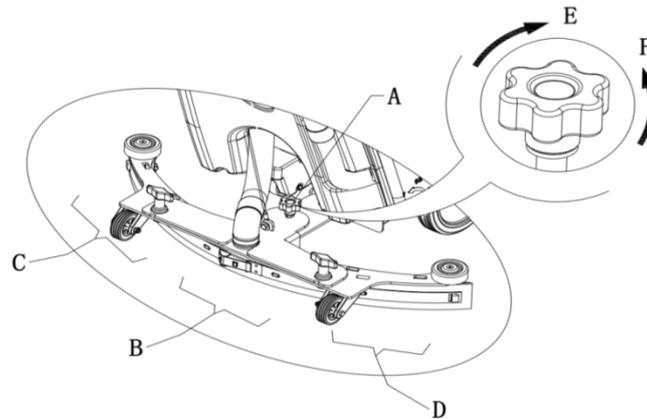

Abbildung 9
1. Installieren Sie die Rakel und schrauben Sie die Mutter (16) nach oben. Schließen Sie nun den Saugschlauch (11) an die Rakel.
2. Stellen Sie die Rakel über den Rakel-Einstellgriff (A, Abbildung 9) ein.
- a) Bei einer Lücke zwischen dem Boden und dem des Heckraketblatts (B) wird der Knopf (A) gegen den Uhrzeigersinn in Richtung (F) gestellt, bis das gesamte Heckraketblatt guten Bodenkontakt aufweist und das vordere Blatt den Boden leicht berührt.
- b) Bei einer Lücke zwischen dem Boden und beiden Blattenden (C und D) wird der Knopf (A) im Uhrzeigersinn in Richtung (E) gestellt, bis beide Heckraketblattenden guten Bodenkontakt aufweisen und das vordere Blatt den Boden leicht berührt.